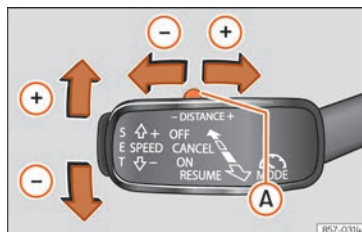

Fig. 239 À gauche de la colonne de direction : troisième levier pour utiliser le régulateur de vitesse adaptatif.
Lors de la conduite, si vous souhaitez utiliser la vitesse actuelle du véhicule comme vitesse de croisière et activer l'ACC, appuyez sur la touche **SET** » » fig. 239. Si vous désirez augmenter ou diminuer la vitesse par intervalles
Pour augmenter ou réduire le niveau de distance, appuyez sur la commande à bascule vers la droite ou la gauche » » fig. 239 (A).